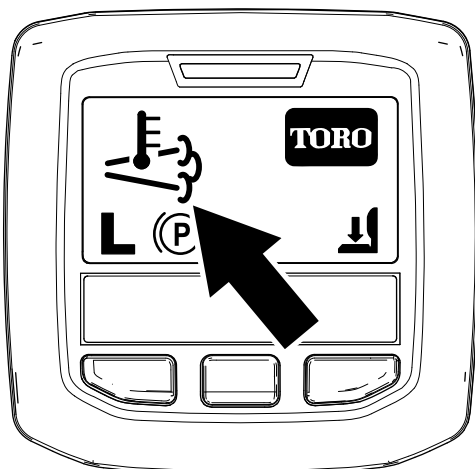

Figura 63
- El icono de alta temperatura del escape aparece en el InfoCenter (Figura 63).